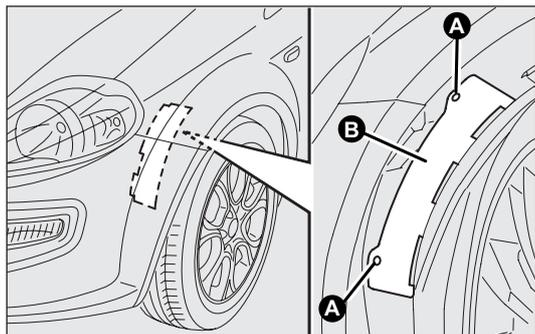

fig. 163
### Anteriori fig. 163
- ❑ svitare i dispositivi di bloccaggio A-fig. 163 quindi sfilare lo sportello di accesso B;
- ❑ montare lo sportello B-fig. 163 quindi avvitare i dispositivi di bloccaggio A.